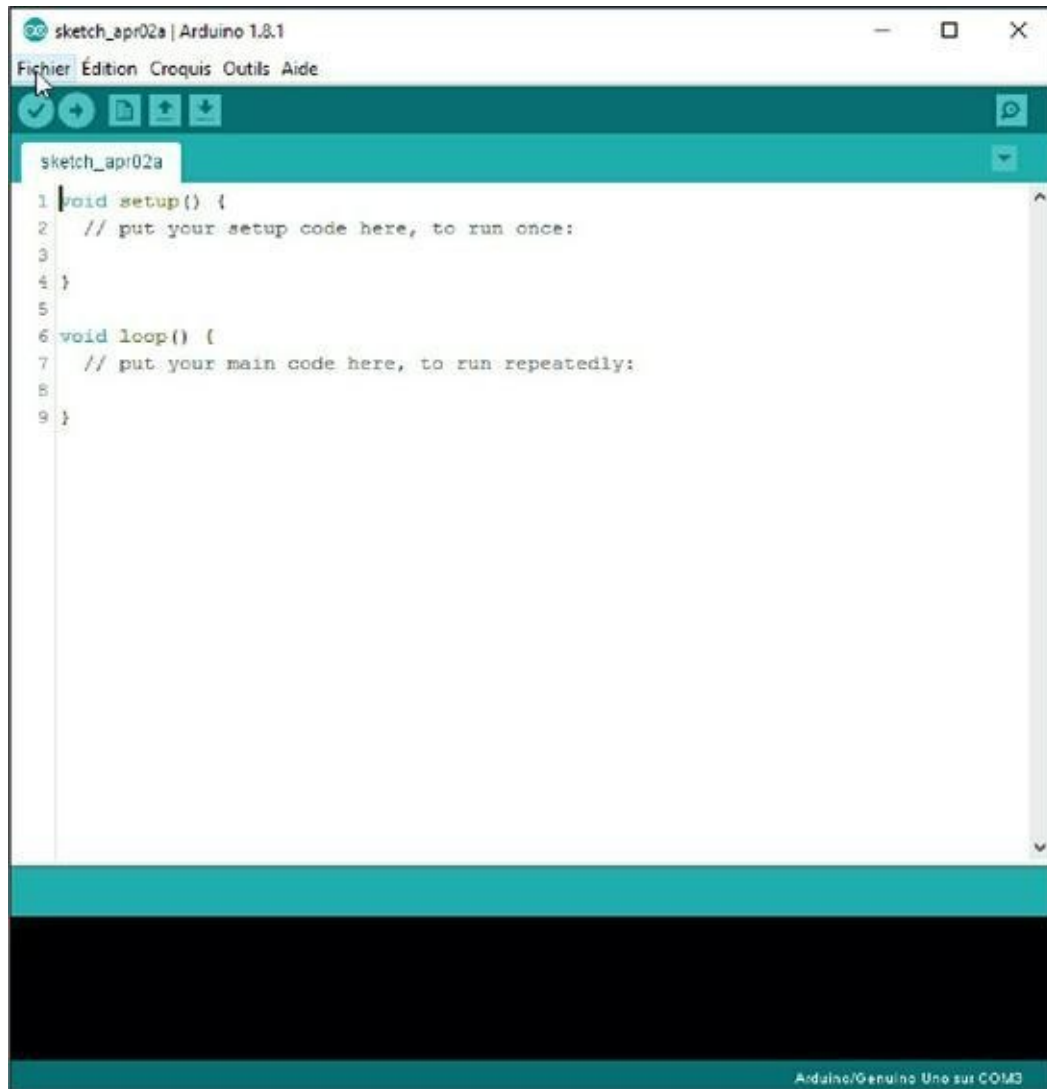

Figure 2.13 : Vue générale de l'atelier Arduino.
3. Tu vois apparaître la fenêtre principale de ton atelier (Figure 2.13). Nous en ouvrirons une autre de temps en temps, mais en général, ce n'est que dans cette fenêtre que nous allons travailler. Qu'est-ce que tu découvres ?